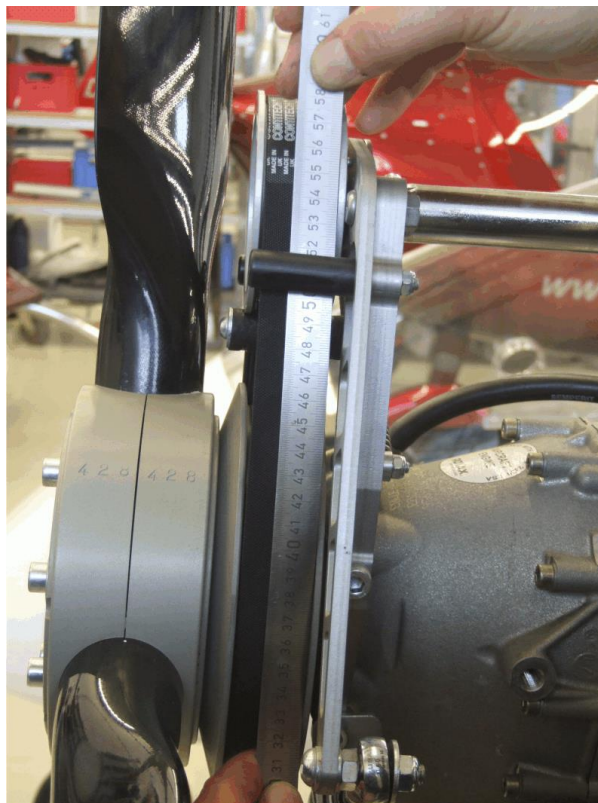

Abb. 2 - Flucht mittels Lineal prüfen
- 2 Ausrichtung des oberen und unteren Riemenrades zueinander prüfen. Dazu ein Lineal an die Flanschflächen anhalten (Abb. 2).